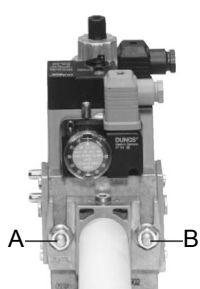
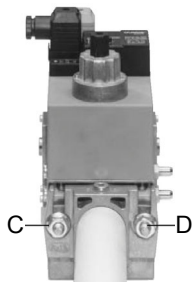
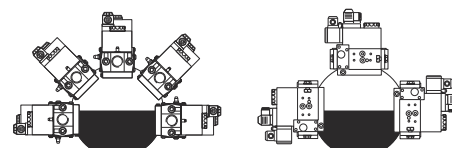

Fig. 3
Fig. 4
Fig. 6
- 3 Stringere le viti A, B, C e D (Fig. 3 - Fig. 4), rispettando le posizioni di montaggio (Fig. 6);
ATTENZIONE: una volta montata la rampa secondo lo schema riportato in Fig. 4, deve essere effettuata la prova di tenuta del circuito gas, secondo le modalità previste dalla normativa vigente.